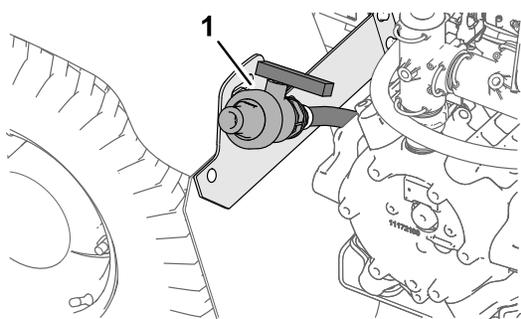

Figura 44
2. Localize a válvula de escoamento do depósito no guarda-lamas traseiro esquerdo da máquina (Figura 44).